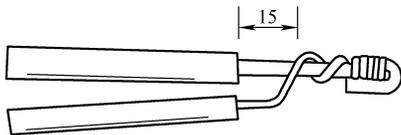

图 1-20 单股导线在接线盒内的异径导线并接连接
4. 单股导线在接线盒内的异径导线并接连接（见图 1-20）